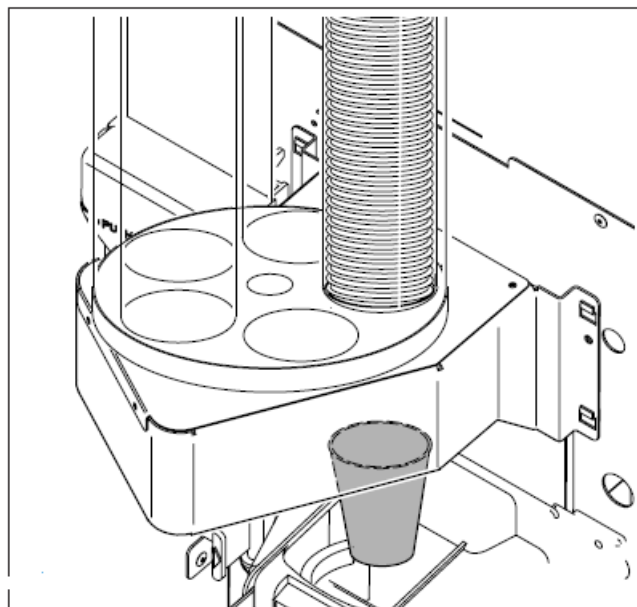

Рис. 2.1
- двигатель внутри блока подачи стаканчиков двигает пластиковый механизм, который отделяет стаканчик и заставляет его упасть в отверстие для стаканчиков внутри блока подачи стаканчиков (Рис.2.1).